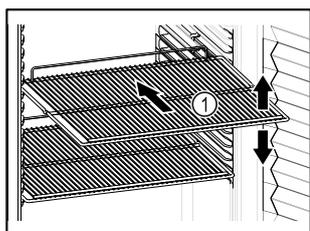

Fig. 60
- Se è possibile spostare i ripiani Fig. 60 (1), regolarli in altezza.